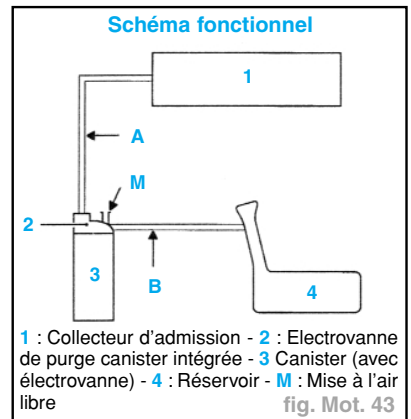

fig. Mot. 43
- en bouchant, sur le canister, le circuit (B) venant du réservoir,
- en branchant un manomètre (- 3 / + 3 bar) (Mot. 1311-01) sur la sortie de mise à l'air libre du canister (M) (fig. Mot. 43),